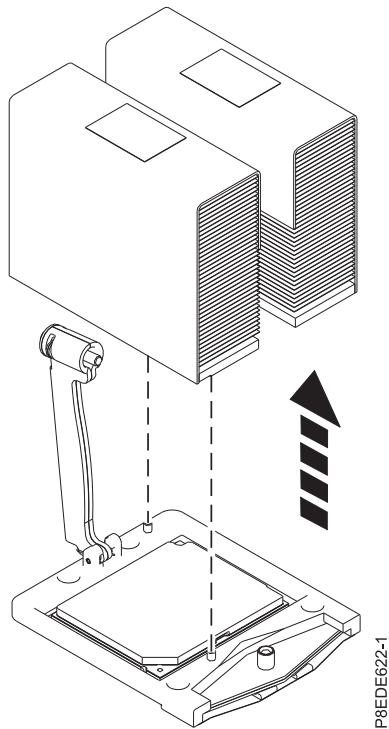

図 6. ヒート・シンクの取り外し
7. ヒート・シンクをつかみ、示されているように、まっすぐ上に持ち上げて取り外します (図 6 を参照)。